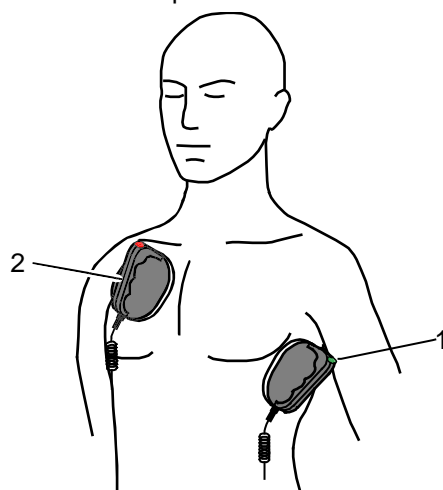

Bild 5-8 Anbringen der Schockpaddles
8. APEX-Schockpaddle (Bild 5-8, Pos. 1) seitlich der Herzspitze (5. ICR) auf den unteren linken Brustkorb platzieren.
9. STERNUM-Schockpaddle (Bild 5-8, Pos. 2) auf den Brustkorb rechts vom Sternum platzieren.